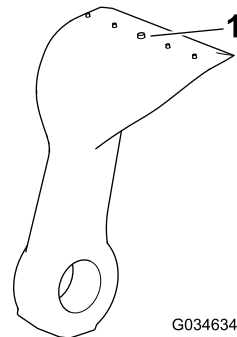

**Figura 76**
5. Controllate ogni lama per escludere usura eccessiva utilizzando la linea di usura (Figura 76). Quando una lama è usurata fino alla linea di usura, sostituirla.